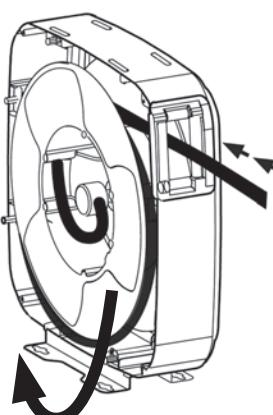

Fig.13
2. Wind the hanging hose into the reel (fig. 13).
2. Insérer le flexible sur un tour à l'intérieur du tambour par une flasque de l'enrouleur (fig. 13).
2. Introduzca una vuelta de la manguera, en el disco del enrollador (fig. 13).
2. Wickeln Sie den Schlauch eine Windung auf den Aufroller (Fig. 13).